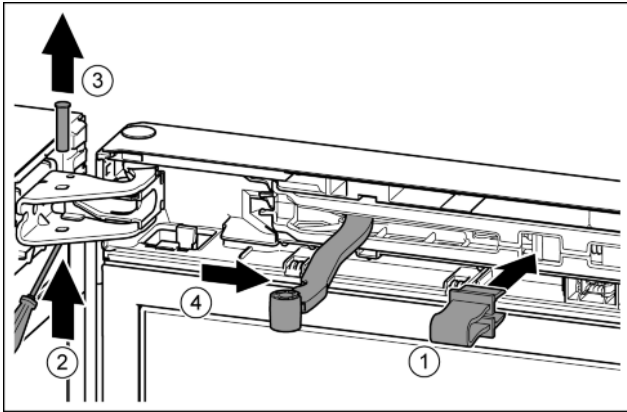

Fig. 8
- Fixați în poziție siguranța în deschizătură. Fig. 8 (1)
- Împingeți afară bolțul cu șurubelnița. Fig. 8 (2)
- Extrageți în sus bolțul. Fig. 8 (3)
- Rotiți articulația în direcția ușii. Fig. 8 (4)